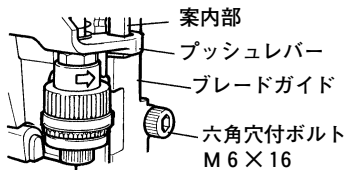

図 17
- 組立てのとき，プッシュレバーがブレードガイドの案内内部に入るように行ないます。(図 17)